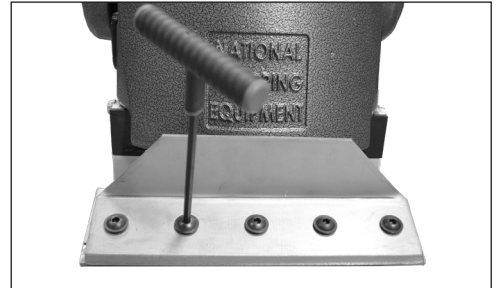

FIG. 6.1
2. Utiliser la clé en T rallongée fournie 7/32 (aux États-Unis) ou une clé hexagonale de 6 mm (internationale) avec une rallonge d'au moins 76 mm (3 pouces) pour garder la main loin de la lame. Desserrer les cinq boulons d'entraînement hexagonaux (Figure 6.1) ; il n'est pas nécessaire de les retirer complètement.